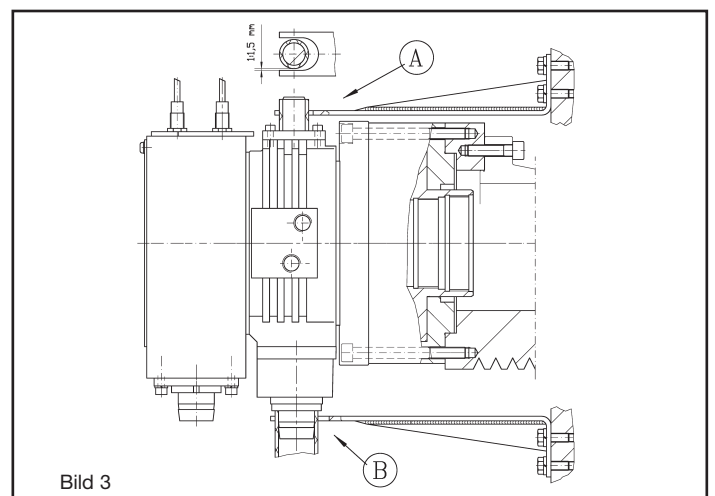

Bild 3
- 3.3 Es dürfen nur Verschraubungen mit zylindrischen Gewinden und entsprechenden Dichtscheiben verwendet werden, niemals Verschraubungen mit konischen Gewinden verwenden. Die Drehzuführung, der nicht rotierende Teil des Hydraulikzylinders, muss gegen Verdrehen mittels einer geeigneten Konsole, die an der Maschine angebracht wird, gesichert werden (Bild 3, z.B. A oder B). Die Konsole muss eine Bohrung zur Aufnahme des Verdrehsicherungsstiftes besitzen (A). Die Konsole kann auch an Leckölstutzen (vorzugsweise) angebracht werden (B). Der Halter darf keine radiale oder axiale Komponente auf den Drehverteiler